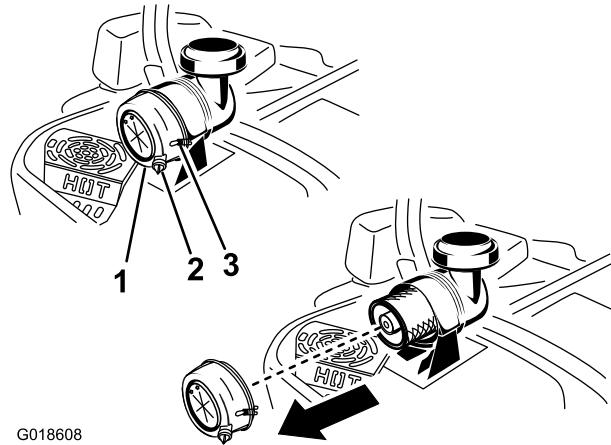

Figura 15
1. Abra los 2 enganches que sujetan la tapa del filtro de aire a la carcasa del filtro de aire (Figura 15).
2. Cierre los enganches (Figura 15).